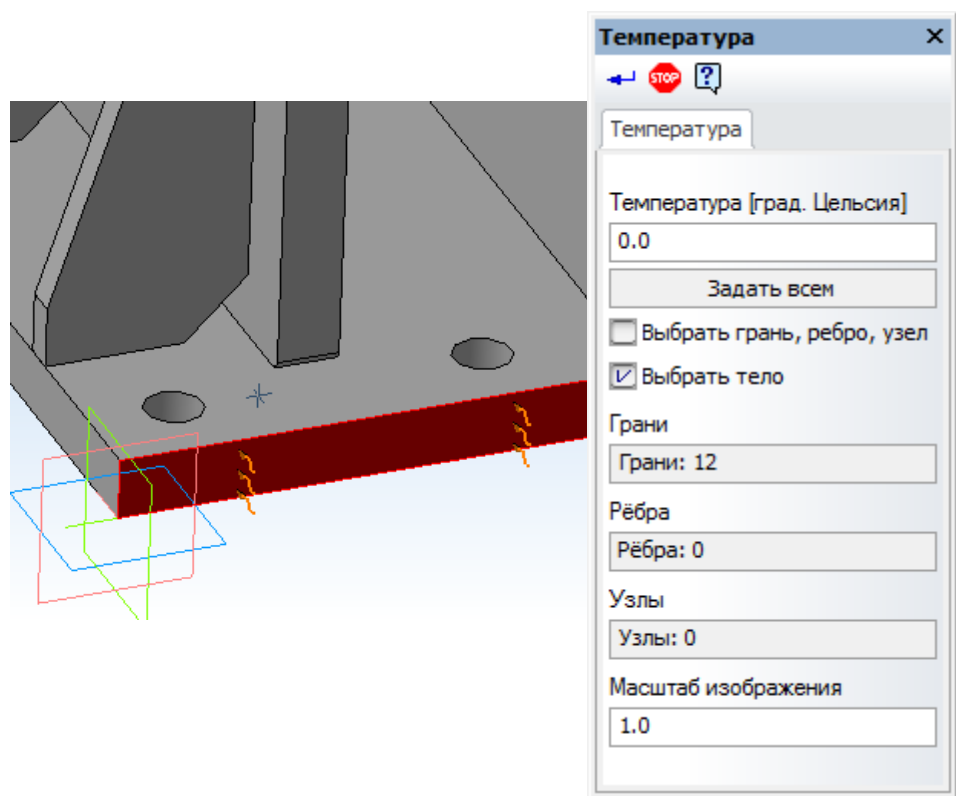

Рис. 2.8. Задание температуры
**Приложить температуру** - выбрав данную команду, Вы сможете приложить равномерно распределенную температуру к ребру, к поверхности и к узлу ранее созданной трехмерной модели (Рис. 2.8).